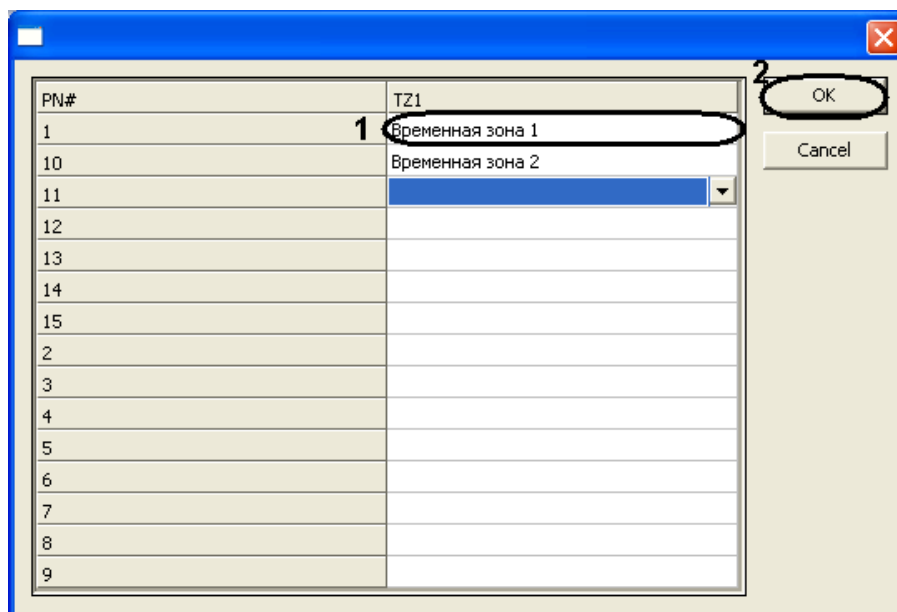

Рис. 3.7—3 Настройка Временных Зон
- 5.1 В столбце **TZ** необходимо выбрать временную зону на Сервере Интеллект, соответствующую временной зоне контроллера (Рис. 3.7—3, 1).
- 5.2 Для подтверждения внесенных изменений нажать на кнопку **ОК** (Рис. 3.7—3, 2).
6. Для сохранения внесенных изменений нажать на кнопку **Применить** (Рис. 3.7—2, 4).